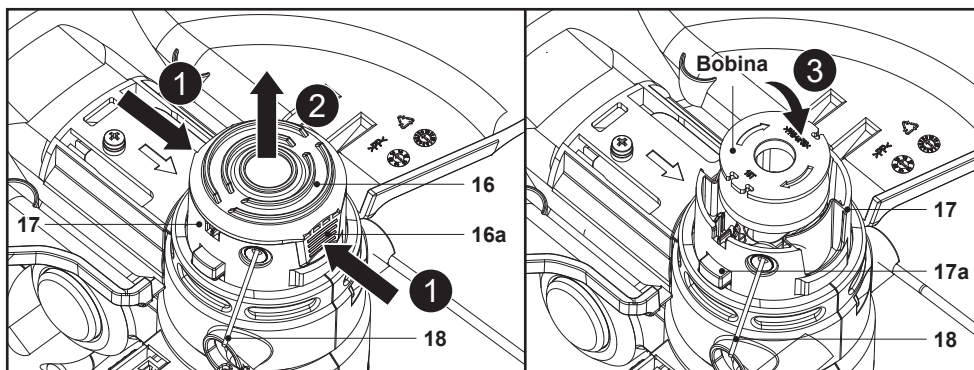
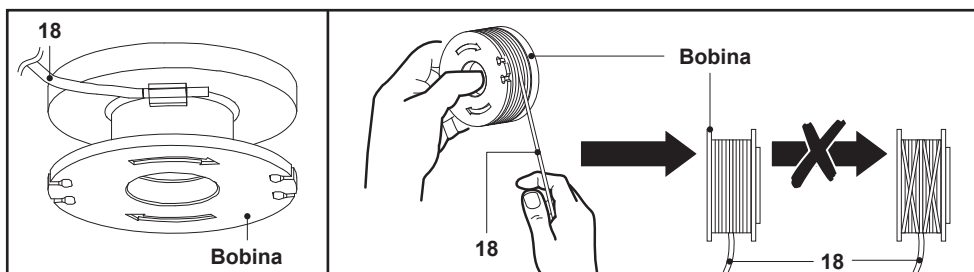

Fig. 10
Fig. 11
1. Remova a bateria (19).
2. Abra a caixa da bobina (17): Pressione simultaneamente ambas as patilhas de libertação da tampa da bobina (16a) da tampa da bobina (16) (Fig. 10). Pode utilizar uma ferramenta (por exemplo, uma chave de parafusos) para levantar a tampa da bobina.
3. Retire a tampa da bobina (16) (Fig. 10).
5. Guie a extremidade do fio de corte (18) da nova bobina para fora da ranhura da caixa da bobina (17). Puxe aprox. 15 cm do fio de corte para fora da caixa da bobina.
6. Insira a nova bobina na caixa da bobina (17) (Fig. 10).
7. Volte a colocar a tampa da bobina (16) na caixa da bobina (17). Certifique-se de que as patilhas de libertação da tampa da bobina (16a) engatam nas reentrâncias da caixa da bobina.
5. Elimine todo o fio corte (18) restante da bobina.
6. Limpe a caixa da bobina (17) e a bobina.
7. Corte um novo fio de corte (18) com 4 m de comprimento e um diâmetro de 1,6 mm.
8. Insira uma extremidade do novo fio de corte (18) através do pequeno olhal na bobina na direção das setas (Fig. 11).
9. Enrole firmemente todo o fio de corte (18) à volta da bobina na direção das setas na bobina (Fig. 11).